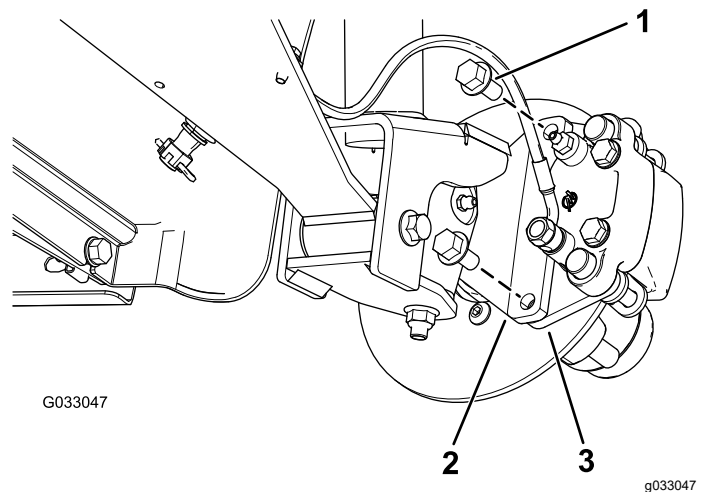

Figura 34
3. Retire los pernos con arandela prensada ( $\frac{3}{8}$ " x  $\frac{3}{4}$ ") que sujetan el soporte del conjunto de freno al eje y separe el freno del eje (Figura 34).
2. Alinee las pastillas de freno en cada lado del rotor (Figura 34) y los taladros del soporte de la pinza con los taladros de montaje del freno de la mangueta (Figura 38).
3. Sujete el soporte de la pinza a la mangueta (Figura 34) usando los 2 pernos con arandela prensada ( $\frac{3}{8}$ " x  $\frac{3}{4}$ ").